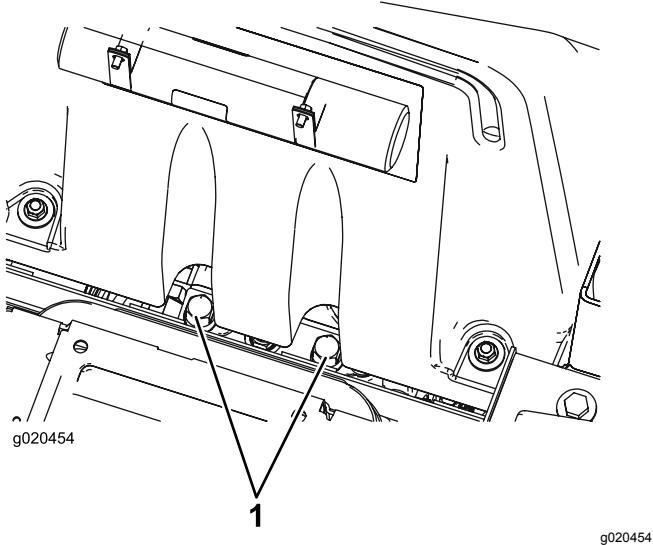

Figura 57
1. Sollevate il sedile e individuate le valvole di bypass, che sono posizionate sotto la parte anteriore del serbatoio del carburante (Figura 57).